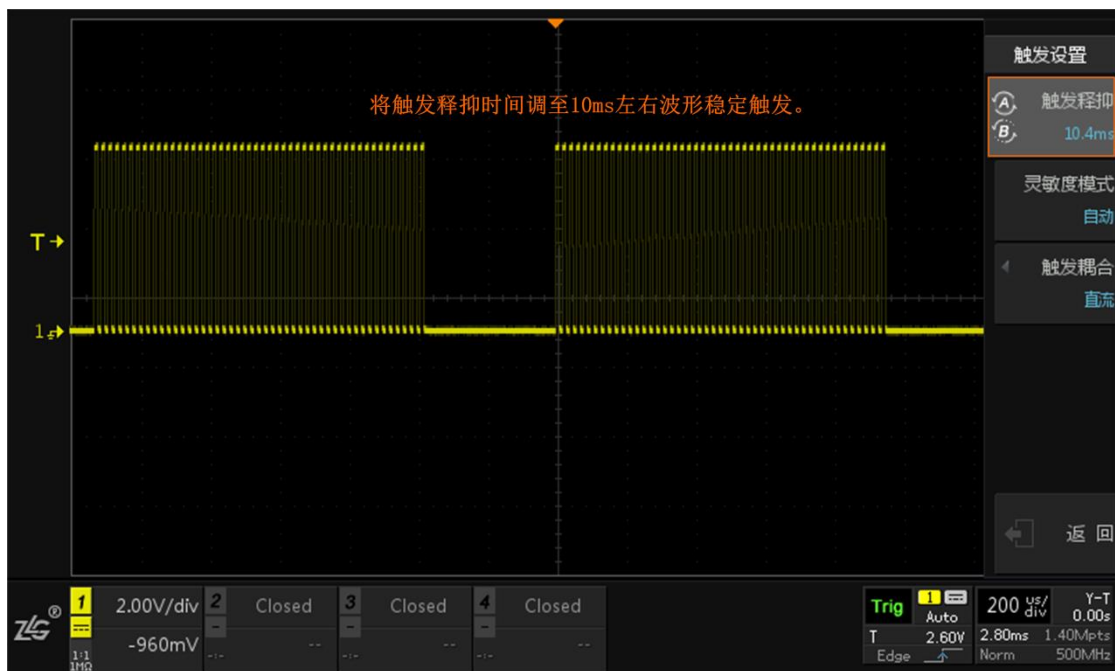

图 10-19 波形稳定显示
- 旋转旋钮 A 或 B 对触发释抑时间进行调节直至波形可稳定触发即可，如图 10-19 所示，根据信号特征调制频率为 100Hz，周期为 10ms，将触发释抑时间可以大致调为 10ms 左右即可稳定触发。